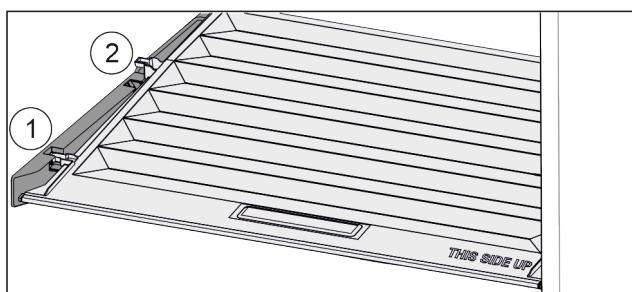

Fig. 41
- Потянуть крышку до отверстия в поддерживающих деталях вперед Fig. 41 (1).
- Поднять сзади снизу и извлечь Fig. 41 (2) движением вверх.